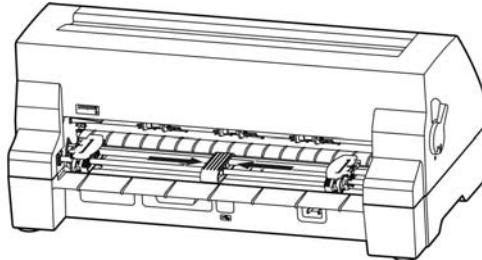

图 3-11 调整导纸滑块位置
- 移动拖纸器上的导纸滑块至左右链轮的中间位置（如图 3-11 所示）。